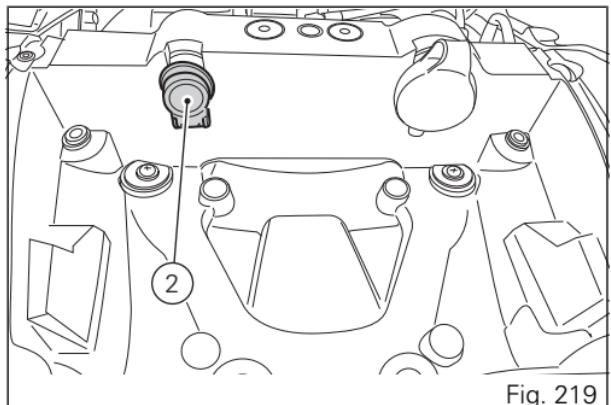

Fig. 219
- toma de corriente (2, Fig. 219);